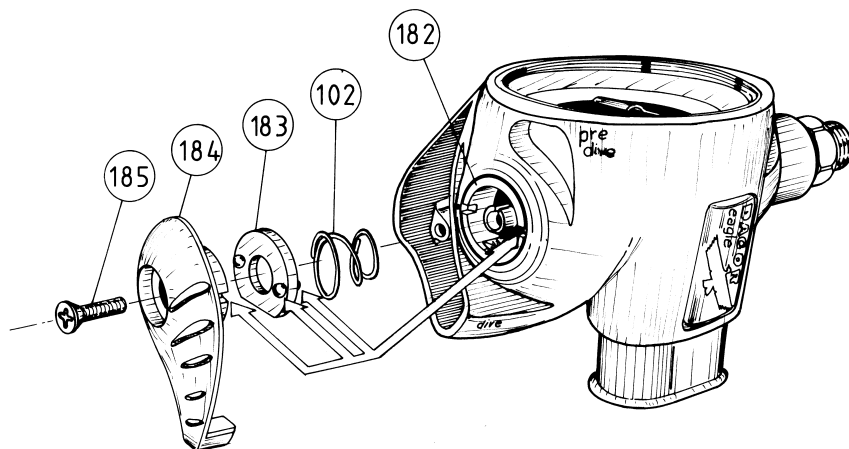

FIG 10
h) Instale correctamente el bloque DPD (183) en el muelle (102) (Fig. 10).
i) Introduzca correctamente el mando DPD (184) en el cuerpo DPD (182) (Fig. 10).